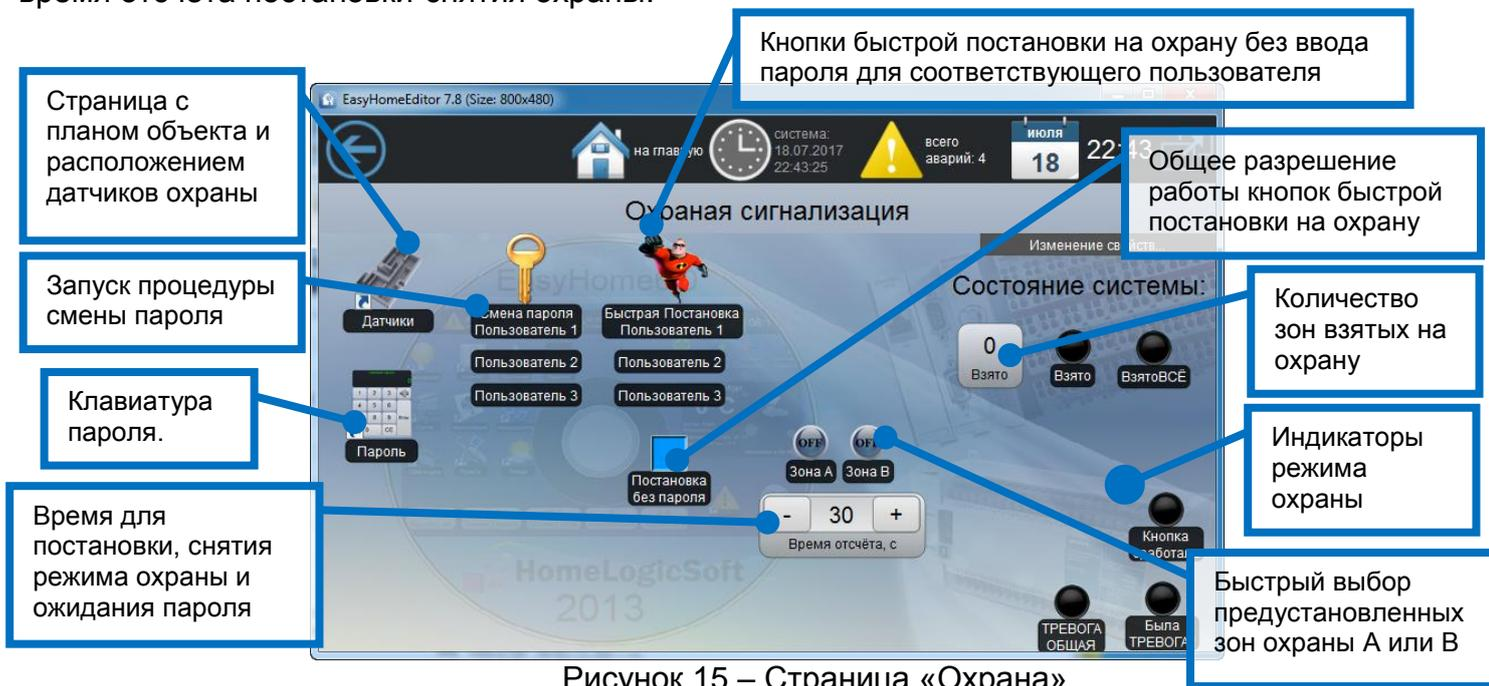

Рисунок 15 – Страница «Охрана»
Система охраны рассчитана на 1-10 пользователей и до 40ка тревожных зон. На странице «Охрана» (рисунок 15) можно посмотреть состояние системы охраны, настроить время отсчёта постановки-снятия охраны.
- 4) По окончании отсчёта статус системы сменится на "Взяты на охрану все зоны". Сработают индикаторы **Взято** и **Взято ВСЁ** на странице «Охрана» (рисунок 15). Придёт СМС оповещение о постановке соответствующим пользователем.
- 5) В случае тревоги статус системы сменится на "Тревога!". Сработает индикатор **ТРЕВОГА** на странице «Охрана» (рисунок 15). Будет на некоторое время